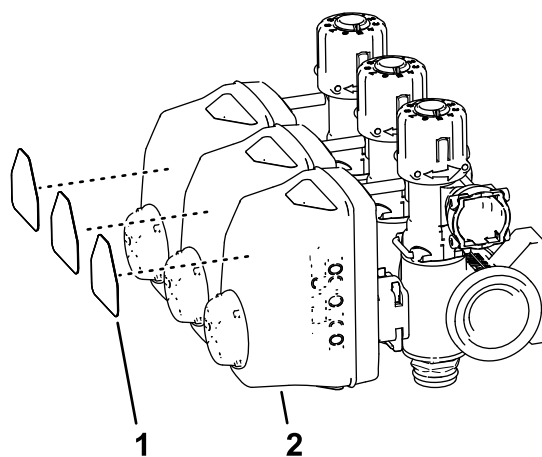

図 70
5. 各ブームバルブ3個についているデカルを取り外す 図 70。